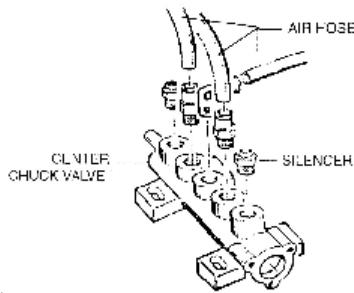

рис.11
- 10) Для очистки или замены клапана отжима покрышки повторите шаги 8, 9, 10 (см. рис. 11).